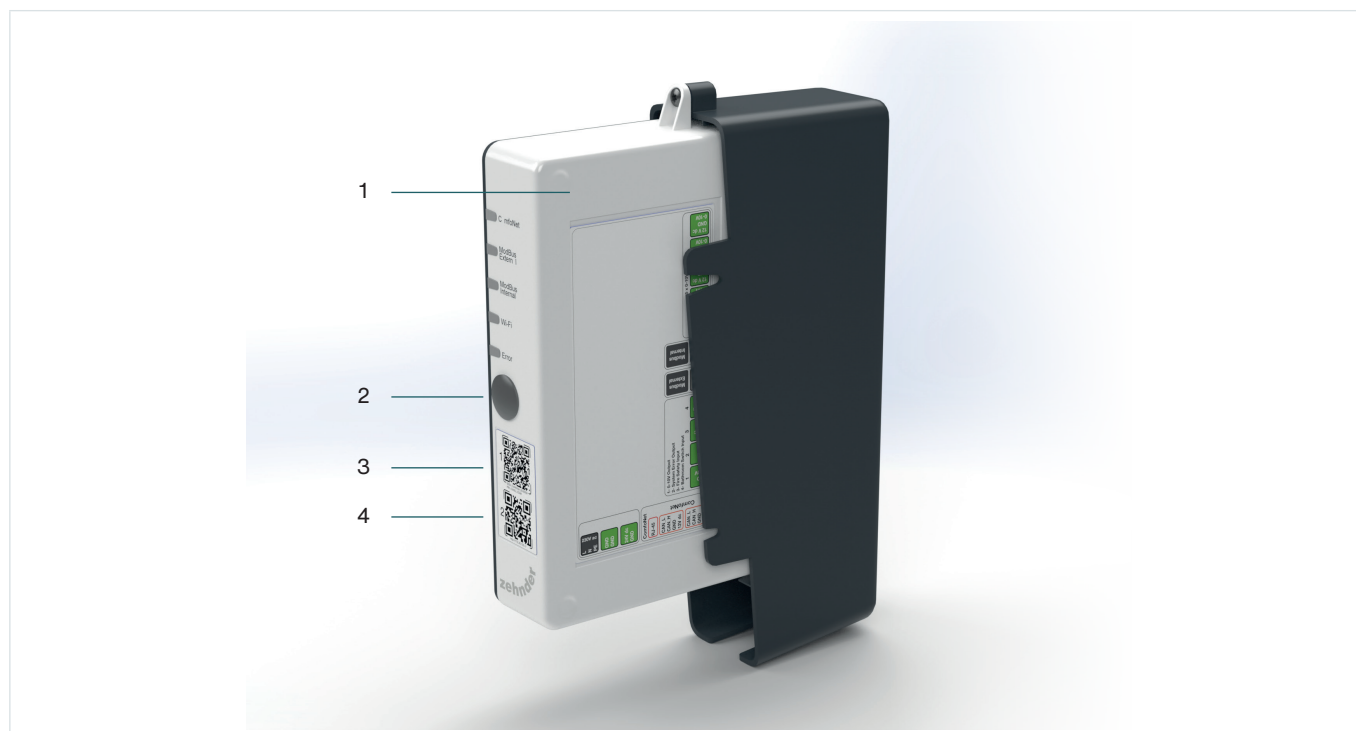

Fig. 6.1 - Wi-Fi activeren op CM
1. Druk op de Wi-Fi-knop (Fig. 6.1, pos. 2).
2. Scan de eerste QR-code (1) met een mobiel apparaat (niet afgebeeld). Zo wordt een connectie verkregen met het juiste Wi-Fi-netwerk waar tevens het wachtwoord in is verwerkt. Wanneer een laptop wordt gebruikt kan de tekst onder de QR-codes worden gebruikt. De Wi-Fi-SSID-naam is van de vorm CVA en het wachtwoord (password, PW) staat onderaan deze eerste QR-code.
3. Scan de tweede QR code (2) om naar de juiste URL <http://172.30.135.1/> van de ingebouwde webserver (CM-EW) te gaan. De gebruikersnaam (username) is admin en het wachtwoord (password) is 4210 (alleen deze vier cijfers).